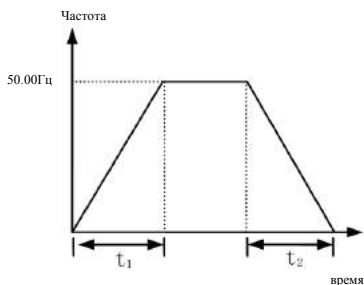

Рис. 7-1 Линейное ускорение и замедление
**0: Линейное ускорение и замедление.** Частота на выходе растет и уменьшается по наклонной линии, как показано на рис.7-1.